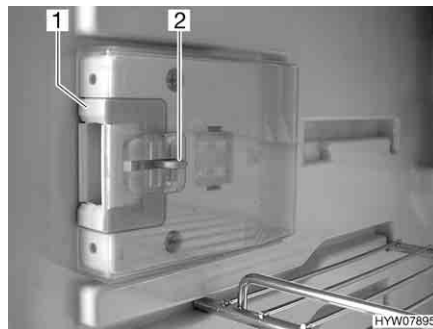
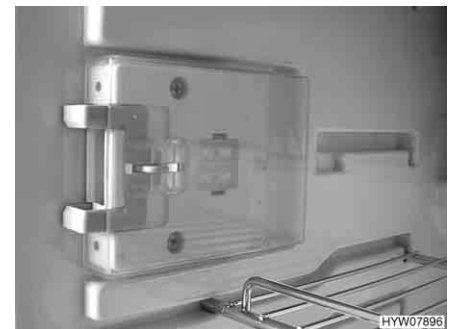

Fig. 201 Dispositivo di chiusura in posizione normale
Fig. 202 Dispositivo di chiusura in posizione di ricircolo d'aria
■ Premere il dispositivo di sblocco (Fig. 201,2).
■ Spingere il dispositivo di chiusura (Fig. 201,1) in avanti (Fig. 202).